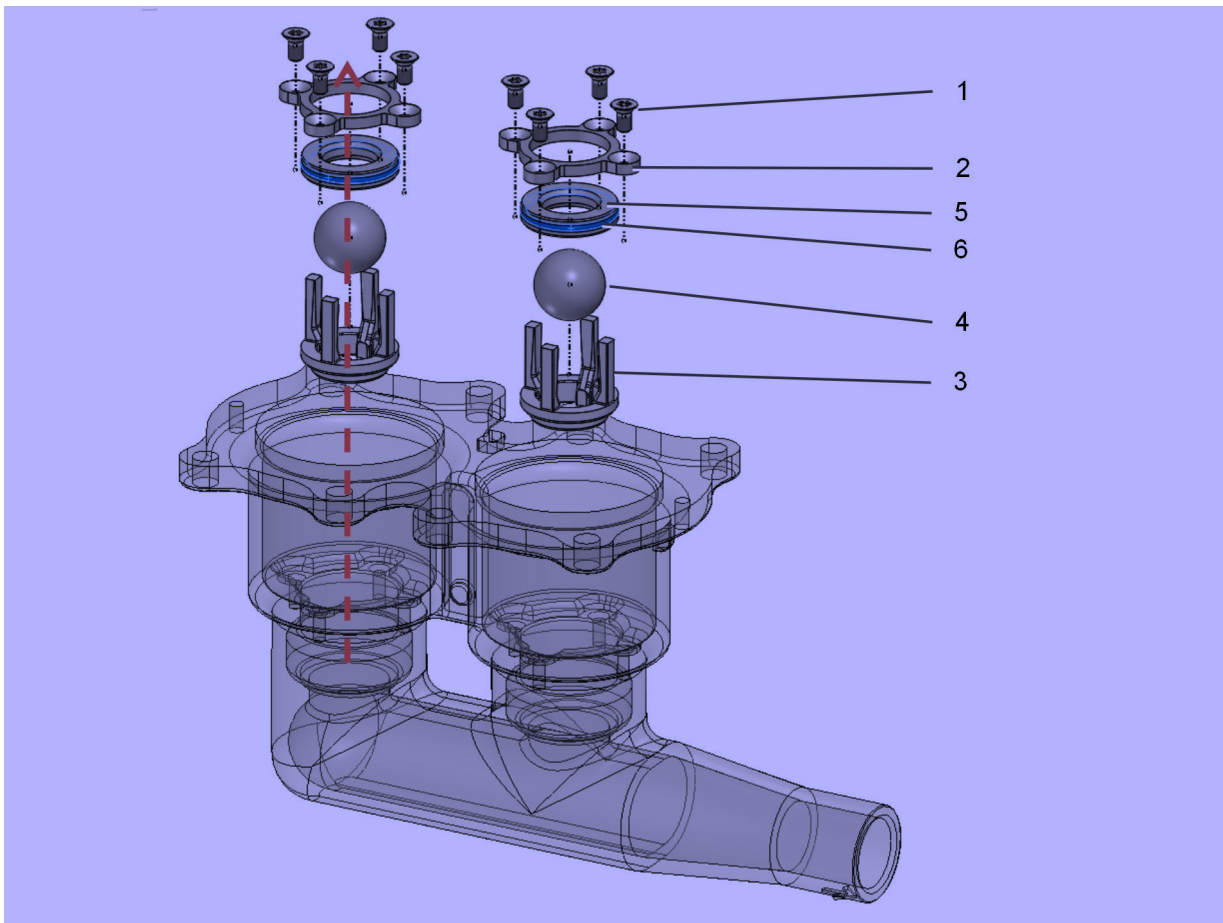

Abb. 6-3: Demontage der Medienventile im Zylinderdeckel
1. Alle acht Senkkopfschrauben M6x16 (1) mit einem 4 mm Innensechskantschlüssel herausschrauben (Abb. 6-3: Demontage der Medienventile im Zylinderdeckel).
2. Beide Haltesterne (2) entnehmen.
3. Beide Ventilsitze (5) mit den O-Ringen (6) herausnehmen.
4. Beide Körbe (3) und Kugeln (4) entnehmen.